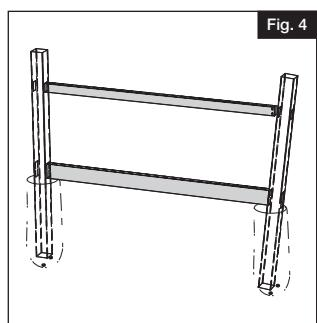

Fig. 4
- a. Insérer la traverse supérieure et la traverse inférieure dans les trous toupillés dans les deux poteaux (Fig. 4).